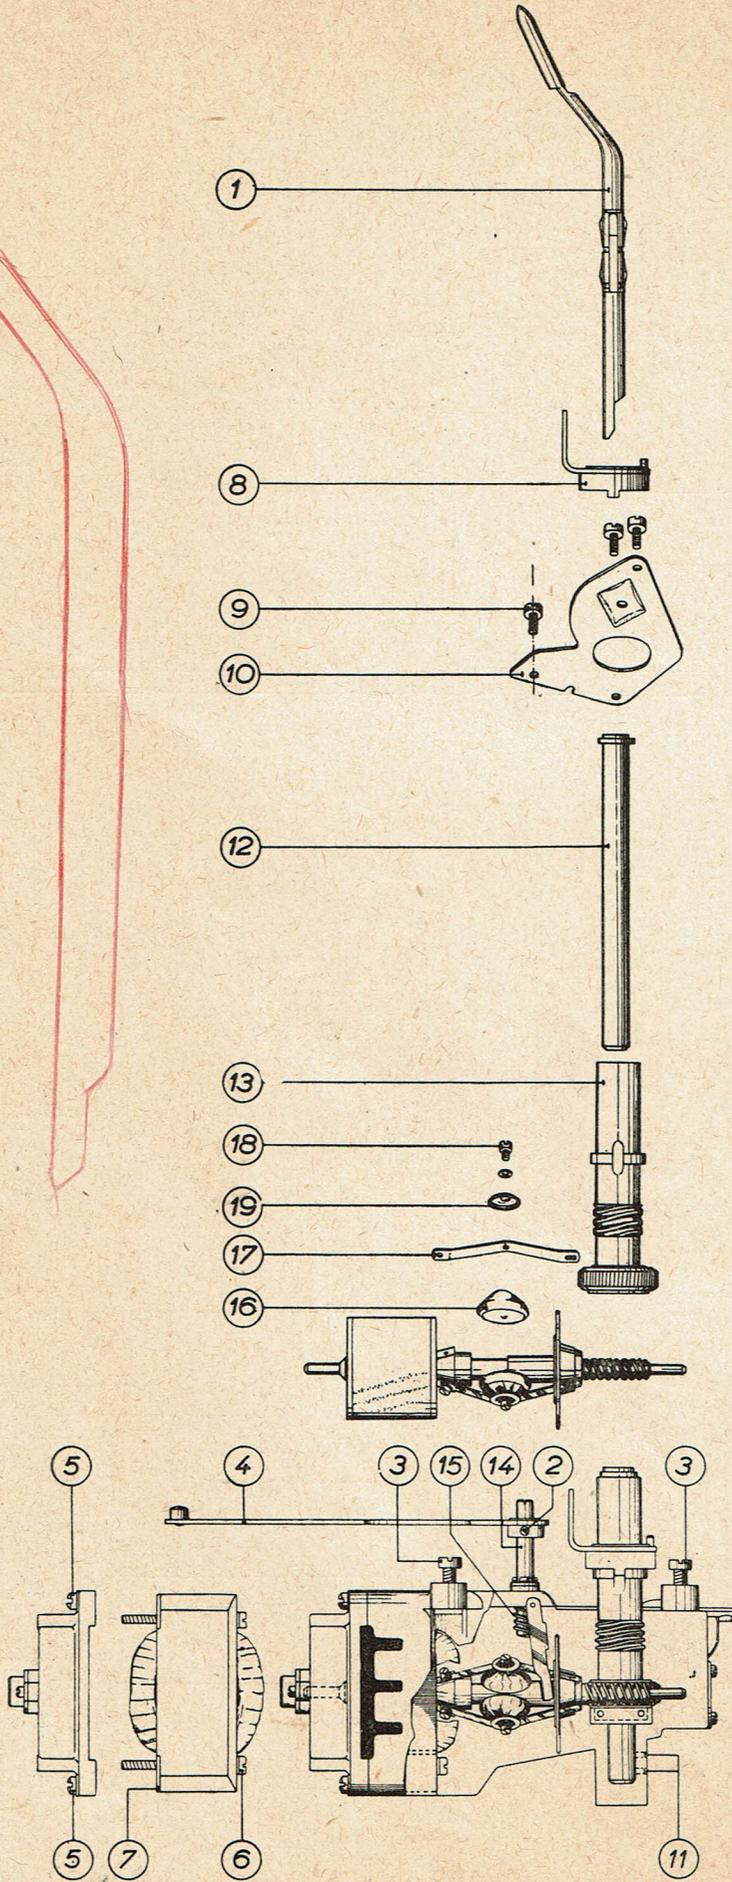

FIG. 4
1. Enlever l'anneau de mise en service fig. 4 pos. 3.
2. Enlever les trois vis de la plaque supérieure fig. 4 pos. 9.
3. Enlever la plaque supérieure, fig.4 pos. 10.
4. Desserrer les deux vis de sûreté fixant l'axe fixe, fig. 4 pos. 11.
5. Enlever l'axe fixe, fig. 4 pos. 12.
6. Enlever l'axe creux à roue de vis sans fin en fibre, fig.4 pos. 13.
4. Pousser l'axe de réglage de vitesse, fig.4 pos. 14, vers le haut contre la pression du ressort, fig.4 pos. 15.
5. On peut alors remplacer les poids du régulateur ou, si nécessaire, les ressorts. Fig.4 pos. 16-17-18.